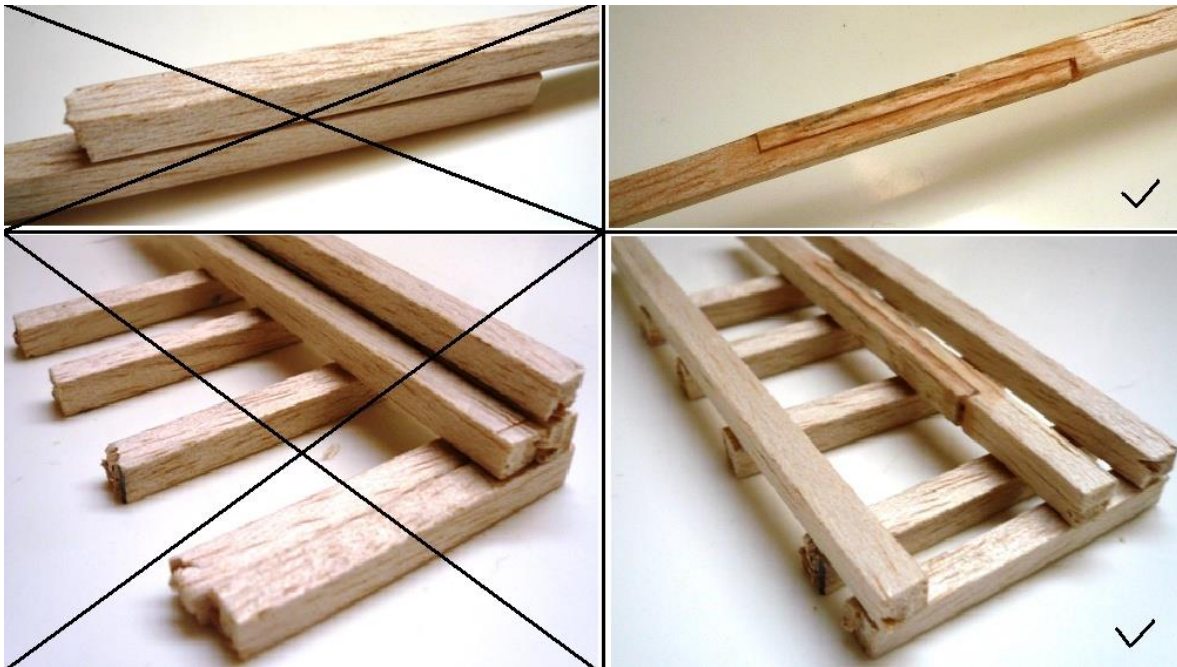
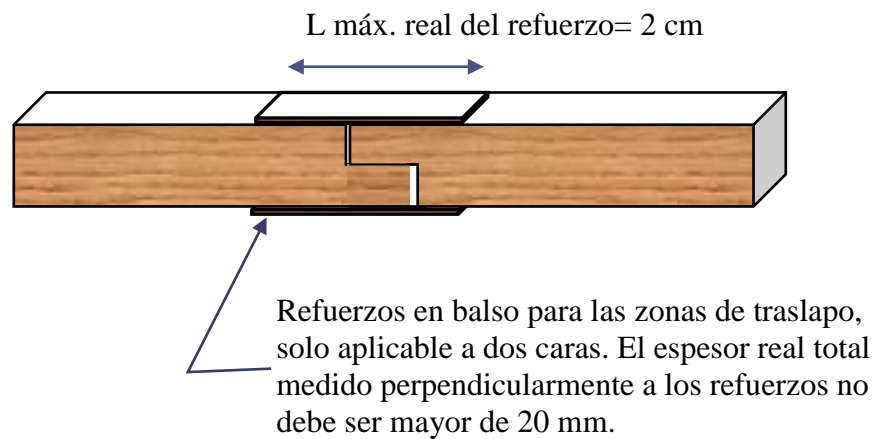

Figura 6. Pegas permitidas en los elementos de balso
Figura 7. Refuerzos en las zonas de traslapos entre piezas de balso.
- Balso: para la estructura principal del modelo se utilizarán elementos de balso comercial con secciones transversales máximas 15 mm x 15 mm. Estos elementos **NO** se pueden pegar longitudinalmente para conformar miembros estructurales de mayor sección transversal. Para unir elementos longitudinalmente se puede recurrir a traslapos como se muestra en la Figura 6. En la zona de traslapo se pueden usar elementos de balso como refuerzo que den un sobre ancho máximo de 5 mm a la pieza, estos pueden ser tablillas de balso (ver Figura 7).